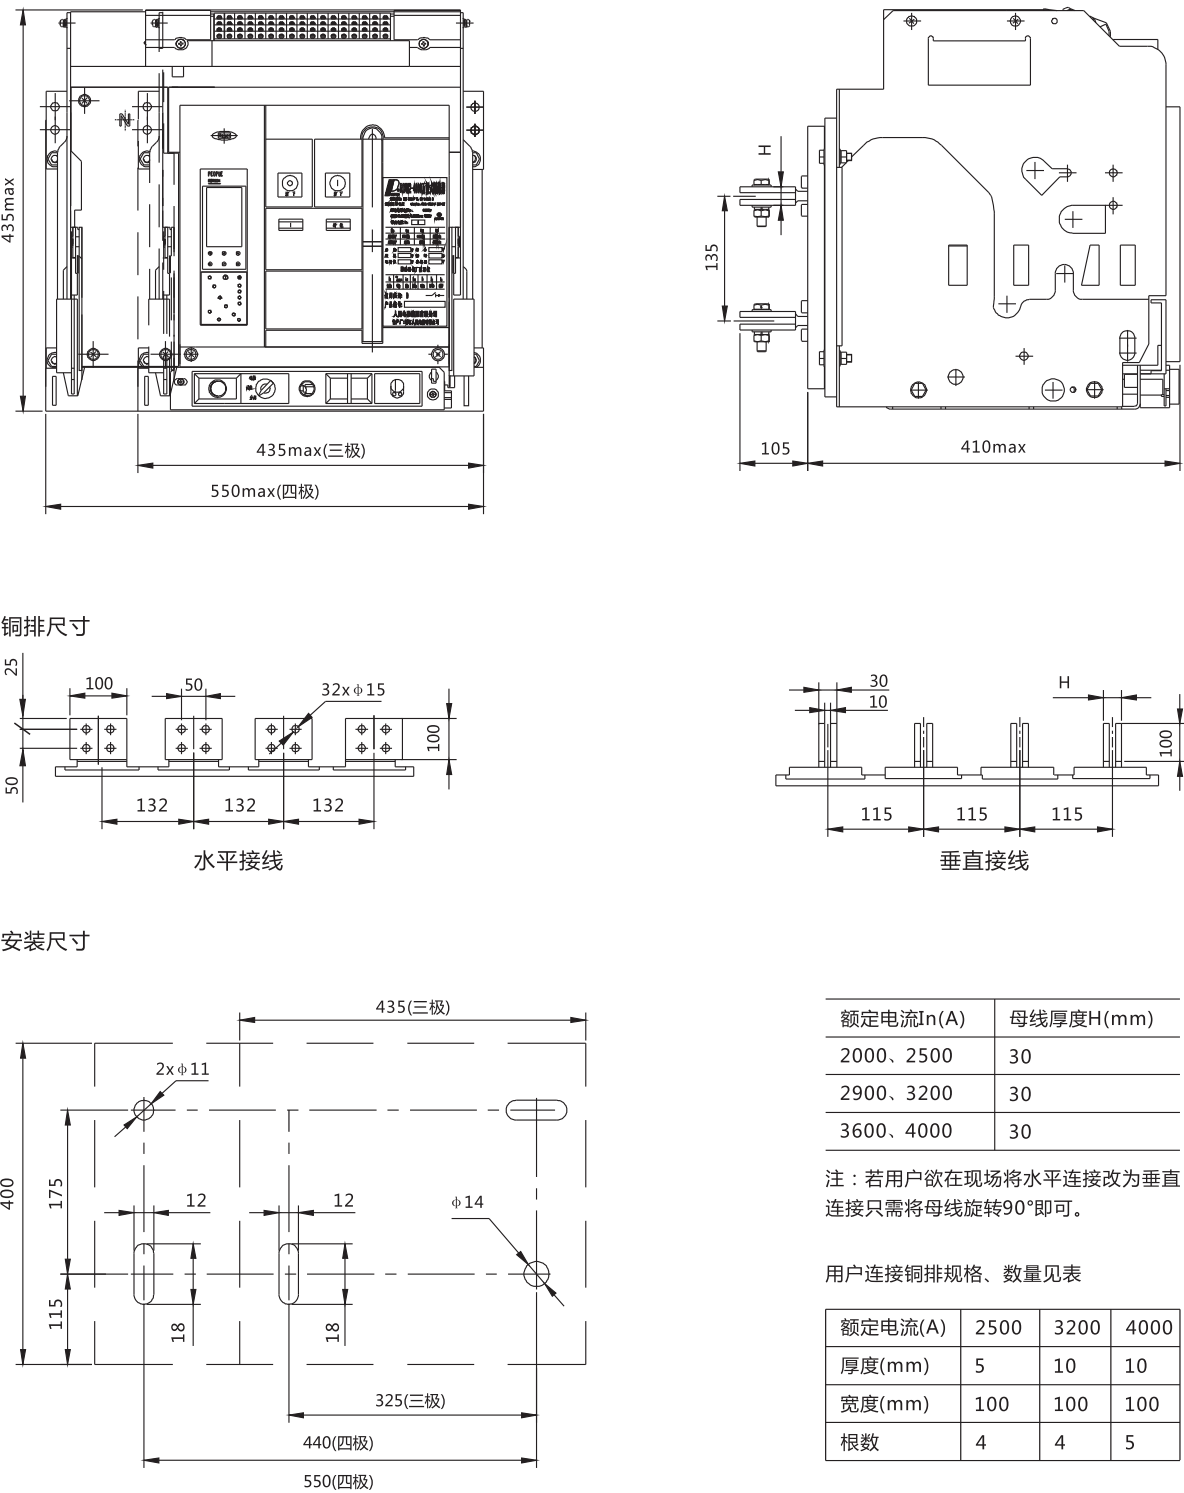

图9
7.3 RDW2-4000抽屉式断路器外形尺寸、安装尺寸及面板开孔尺寸见图9